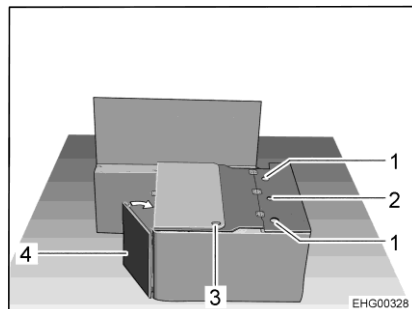

Bild 34 Under ombyggnaden
- Sväng den främre väggen på sittbänken (Bild 34,4) i riktning mot sidoväggen.
- För säkerhetsbältet med bälteflåset genom öppningen (Bild 34,3) i sittbänkslocket.
- Sätt i ryggstödet på den hopfällbara stolen i sidofästena (Bild 34,1) och dra åt stjärngreppsskruven på det mittersta fästet (Bild 34,2) handfast.